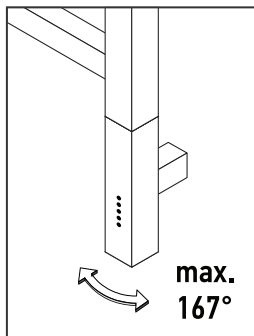

Рис.4
- 4.5. Плотнo задвиньте ручку МЭМ 3.0 CUBE до упора и выровняйте относительно полотенцесушителя (рис. 4).